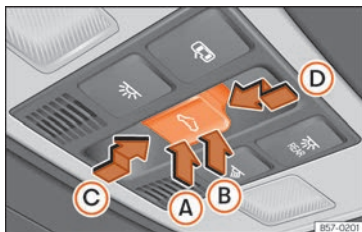

Fig. 86 Dans le ciel de pavillon : touche du toit ouvrant.
La touche  fig. 86 présente deux niveaux. Le premier niveau permet de situer le toit en position déflectrice, d'ouvrir ou fermer entièrement ou partiellement le toit ouvrant.
- *Toit ouvrant* : dans les 5 secondes à partir de l'activation de la fonction anti-pincement, appuyez sur la touche  » » fig. 86 jusqu'au deuxième niveau dans le sens de la flèche » » fig. 86  jusqu'à ce que le toit se ferme complètement.